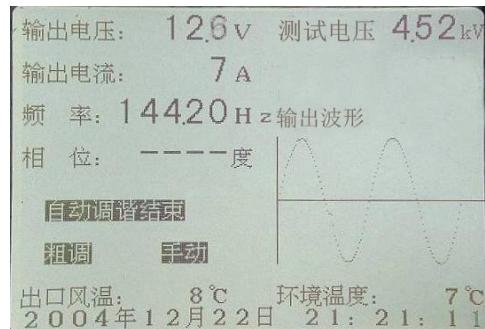

图 26 PY3520 变频电源装置自动调谐结束显示
8.1.6 自动调谐是利用在串联谐振回路中，谐振点的电压为最高电压来进行寻找频率点。自动调谐结束后，在屏幕上显示“自动调谐结束”。如下图 26 所示，此时就可以升压。